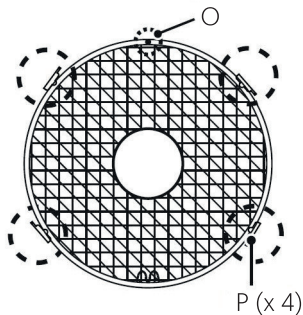

Figuur 2
1. Pas de 2 voeten in metaal in elkaar (A).
2. Installeer de telescopische buis (C) op de metalen voeten (A), bevestig vervolgens de voet van de buis (B) op de metalen voeten (A) met de 4 vastzetschroeven. De beugel (D) (zie figuur 2) wordt op de bovenkant van de voet van de buis (B) geplaatst.
3. Om de hoogte van de ventilator in te stellen, draai de vastzetting (F) los en trek vervolgens de metalen buis (G) naar boven. Draai de ring (F) vervolgens opnieuw vast (zie figuur 2).
ASSEMBLAGE VAN DE KOP, VAN DE PROPELLER (FIGUUR 2) EN VAN DE ROOSTERS (FIGUUR 3)